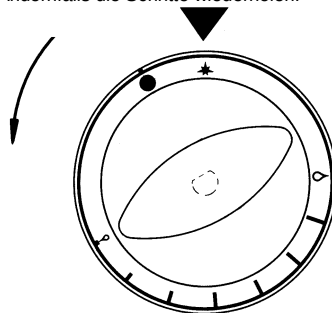

Abb. 1
6.2 KOCHSTELLENBRENNER EINSCHALTEN (Abb.1)
Zum Zünden des Brenners, der am Hahn angeschlossen ist, den Drehschalter ganz eindrücken und in Pfeilrichtung bis auf * "ZÜNDBRENNER" (Abb. 1) drehen.